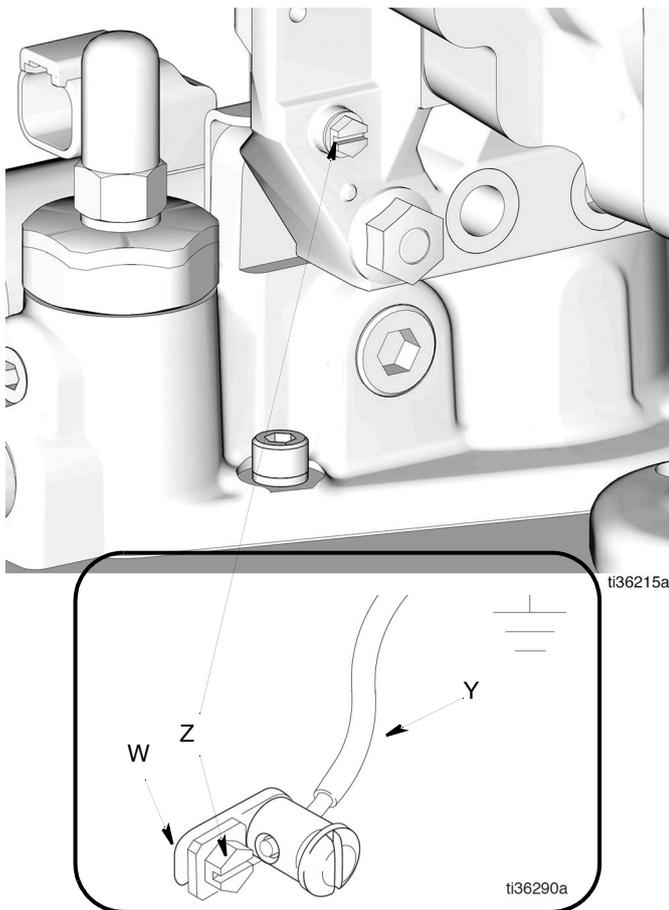

FIG. 1
Pour mettre la pompe à la terre, retirer la vis de mise à la terre (Z) située au dos du boîtier de vitesses et l'insérer dans l'œillet de la cosse à anneau (W) à l'extrémité du fil de terre (Y). Revisser la vis de mise à la terre (Z) sur la pompe et bien la serrer. Raccorder l'autre extrémité du fil de terre (Y) à une vraie terre (FIG. 1). Pour commander un fil de terre et un serre-câble, indiquer le n° de pièce 222011.